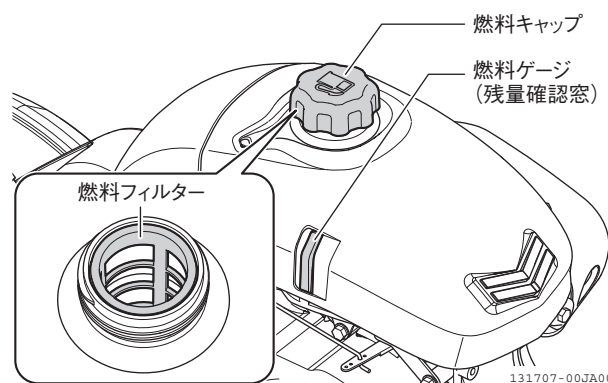

図 4-11 燃料補給
2. 燃料キャップを外し、燃料フィルターにごみが詰まっていないことを点検します。(図 4-11)
3. 燃料タンク横の燃料ゲージで、燃料の残量を点検します。(図 4-11)